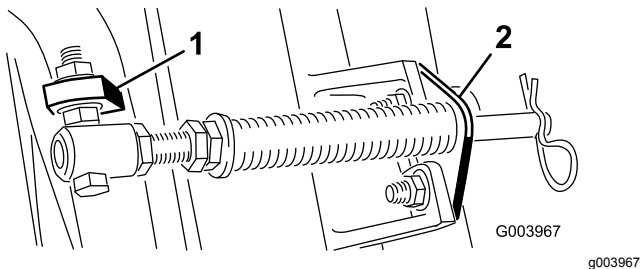

**Figura 5**
- A. Retire los 2 pernos de cuello cuadrado y las tuercas que sujetan el soporte de la varilla a las pestañas de la unidad de corte (Figura 5).
- B. Retire la tuerca con arandela prensada que fija el perno del tubo del muelle a la pestaña del bastidor de tiro (Figura 5). Retire el conjunto.